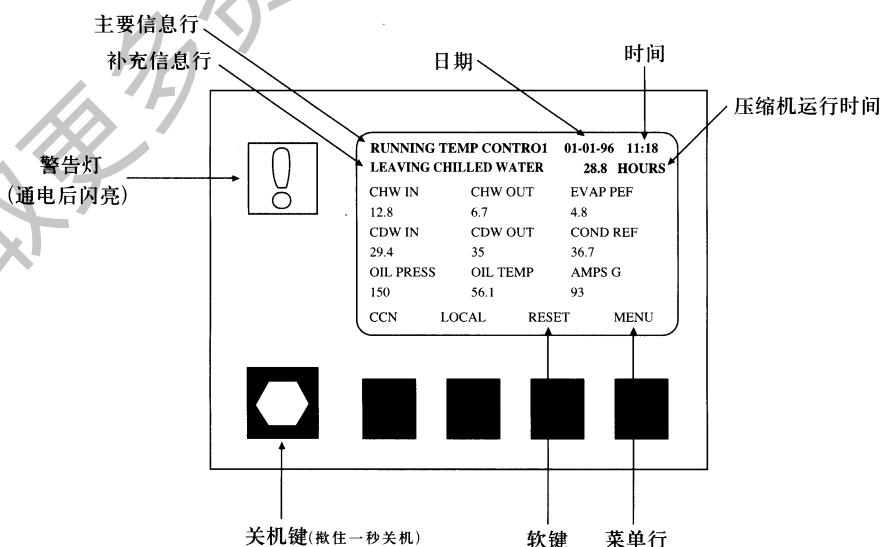

图10 CVC/ICVC起始页
## 4、CVC/ICVC操作及其菜单(图10—18)
- 如果15分钟没击软键且机组不在泵出降压状态, CVC/ICVC显示自动回到起始页(图10)。